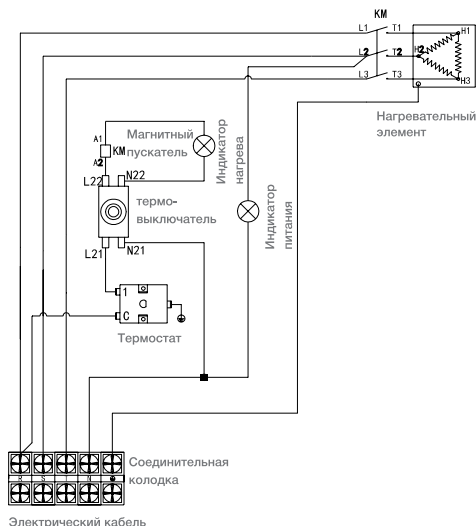

Рис. 8
4. Температуру воды можно установить в диапазоне от $+30^{\circ}\text{C}$ до $+75^{\circ}\text{C}$ с помощью ручки термостата, поворачивая её по часовой или против часовой стрелке (см. рис. 8).